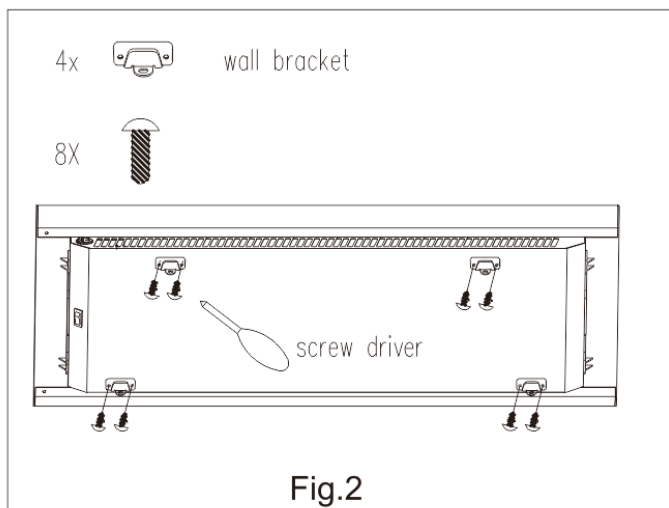

Fig.2
1. Atornille 4 soportes en la parte posterior del calentador (Ver Fig.2)